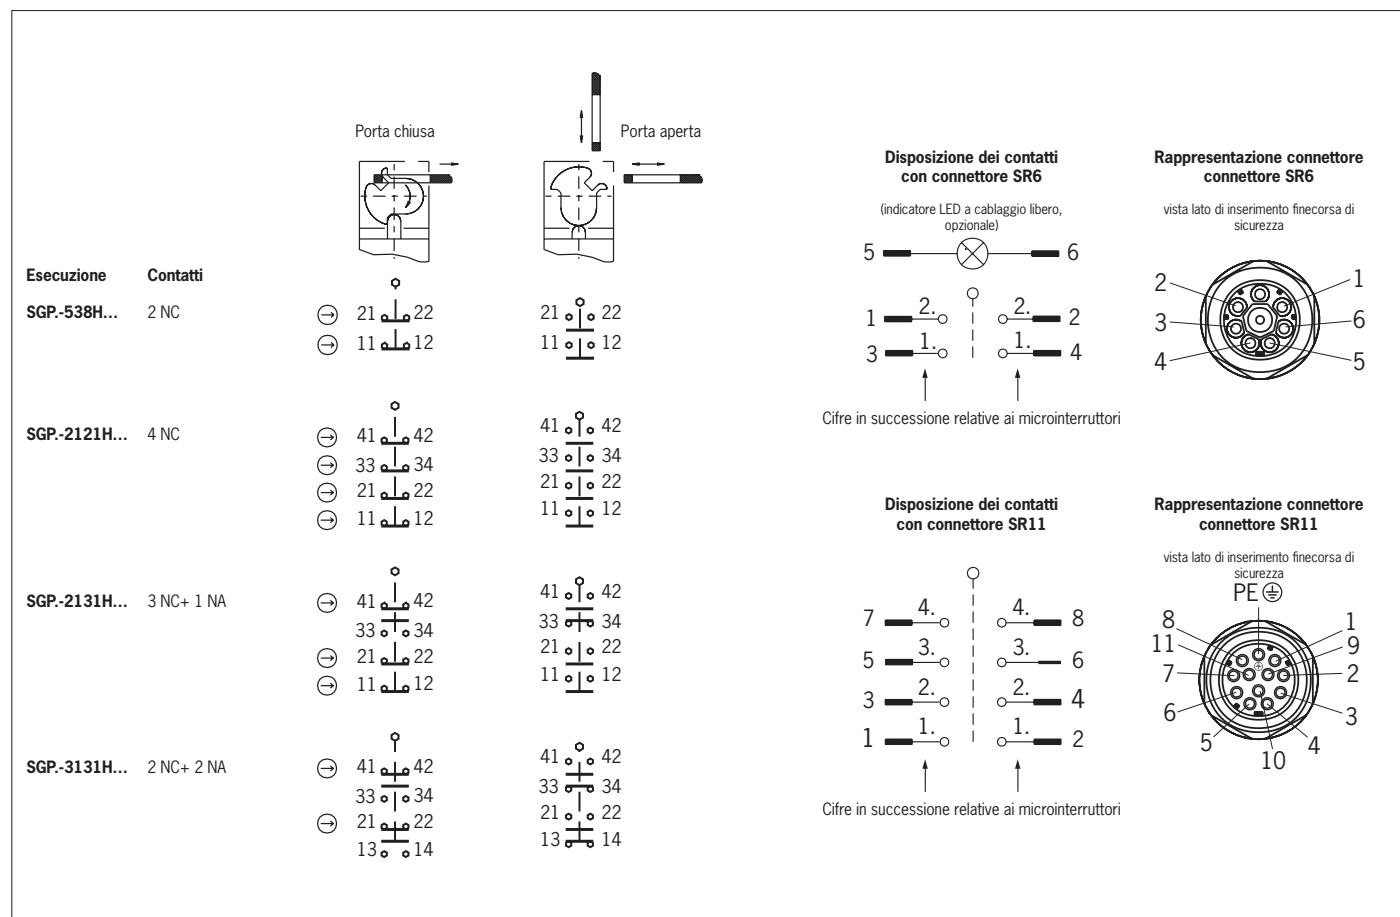

Fig. 2: Microinterruttori e commutazioni
3. Collegare e serrare i morsetti con una coppia di 0,5 Nm (per la disposizione dei contatti vedere Fig. 2).